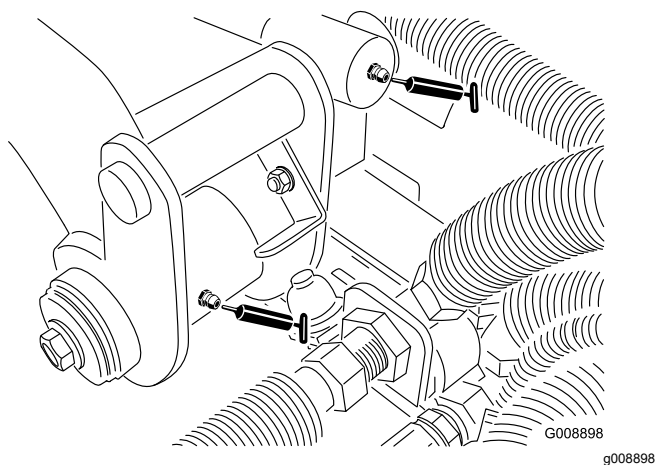

Figure 37
- 2 pivots de bras de levage arrière et vérin de levage (Figure 37)